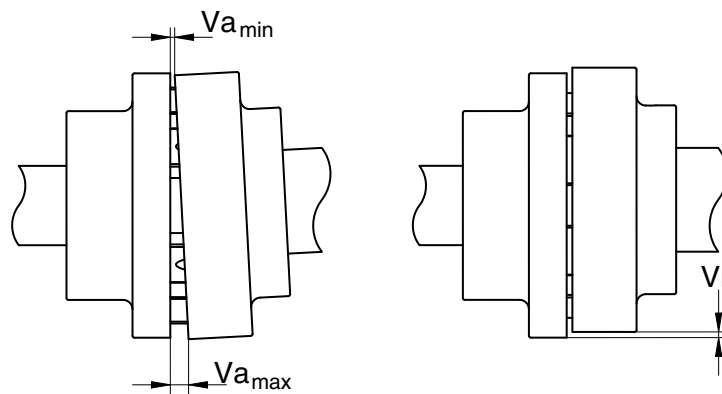

Abbildung 4: Ausrichttoleranzen Standardkupplung.
- 3 Die Ausrichtung ist korrekt, wenn die gemessenen Werte innerhalb der Toleranzen liegen, die in Abb. 4 und der zugehörigen Tabelle angegeben sind.
Die maximal zulässigen Toleranzen für das Ausrichten der Kupplungshälften sind angegeben in Tabelle 2. Siehe auch Abbildung 4.